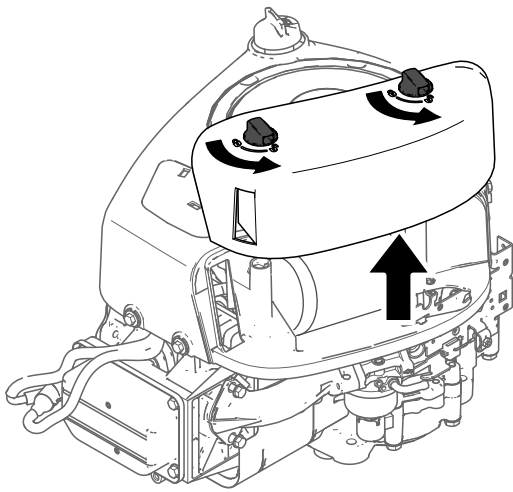

Bild 37
3. Setzen Sie die Abdeckung auf und arretieren Sie diese mit den Verriegelungen (Bild 37).